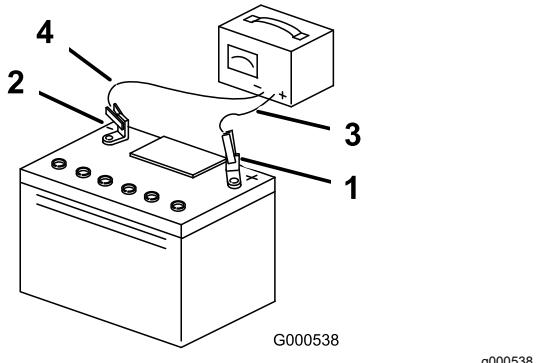

Figura 51
5. Quando le batterie sono completamente caricate, staccate il caricabatterie dalla presa elettrica e scollegate i cavi di ricarica dai poli delle batterie (Figura 51).